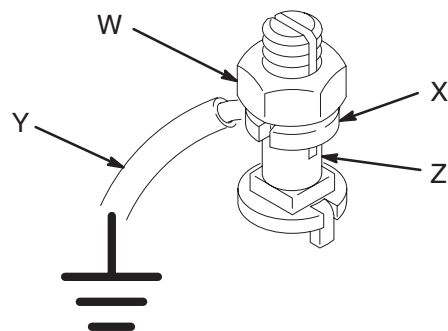

Abb. 2
Alle anderen Pumpen: Erdungskabel und Klammer verwenden. Siehe Abb. 2. Die Sicherungsmutter (W) und die Scheibe (X) der Erdungsöse lösen. Ein Ende eines mindestens 1,5 mm² dicken Erdungskabels (Y) in den Schlitz der Öse (Z) stecken und die Sicherungsmutter fest anziehen. Das andere Ende des Kabels mit einer guten Masse verbinden. Erdungskabel und Klammer mit Teile-Nr. 222011 bestellen.